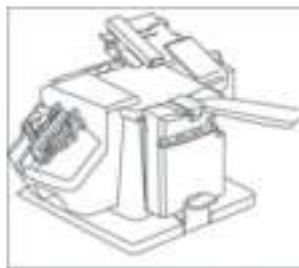

Рис. 4
1. Установите блок заточки ножей и ножниц (7) на силовой блок (8).
3. Удерживая ручку ножа как можно ближе к себе (Рис. 4), вставьте ближайшую к ручке часть лезвия в щель заточки ножей (16).
5. Установите другую сторону лезвия в противоположную щель заточки ножей (16) и повторите пункт 4.